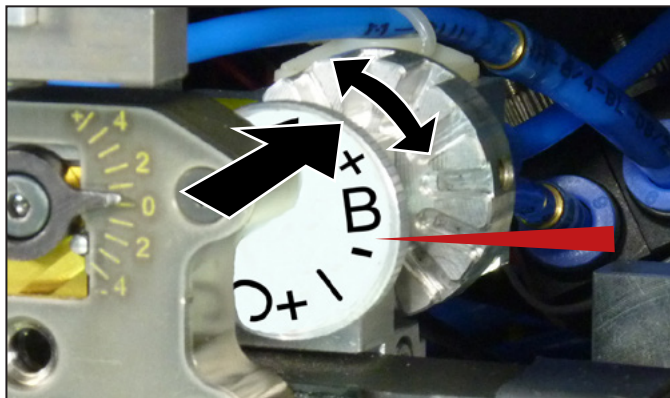

图5.4 释放设备调整（设置：B）
- ▶ 将调整轮后压，并将其转动，以使要求数值落在已标记的位置上（参考图 5.4）。